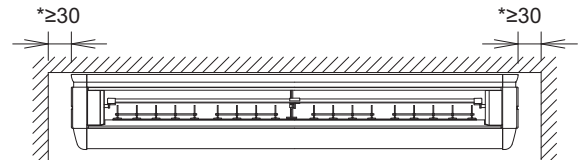
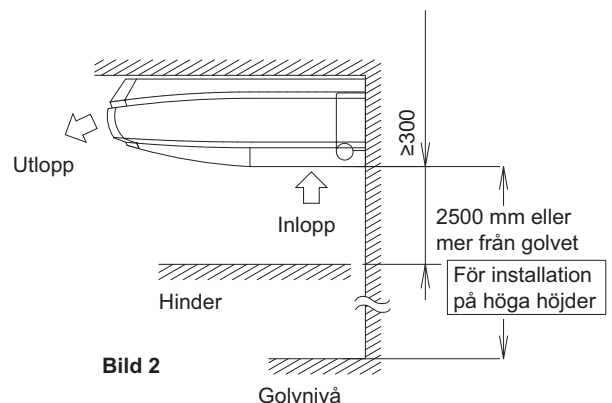

Bild 1
Bild 2
(1) Välj en installationsplats som uppfyller följande villkor och få kundens godkännande.
- Där tillräckligt utrymme för installation och underhåll kan tillgodoses. (Se bild 1 och bild 2)